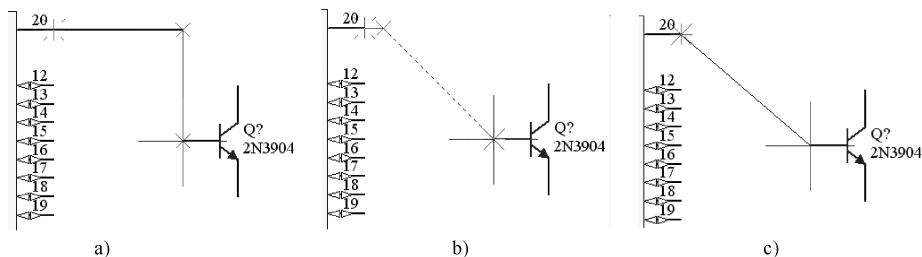

图3-3 导线的拐弯模式
(1) 选择菜单栏中的“放置”→“线”命令，或单击“布线”工具栏中的“放置线”按钮，或按快捷键〈P〉+〈W〉，此时光标变成十字形状并附加一个交叉符号。
(2) 将光标移动到想要完成电气连接的元件的引脚上，单击放置导线的起点。由于启用了自动捕捉电气节点(electrical snap)的功能，因此，电气连接很容易完成。出现红色的符号表示电气连接成功。移动光标，多次单击可以确定多个固定点，最后放置导线的终点，完成两个元件之间的电气连接。此时光标仍处于放置导线的状态，重复上述操作可以继续放置其他的导线。
(3) 导线的拐弯模式。如果要连接的两个引脚不在同一水平线或同一垂直线上，则在放置导线的过程中需要单击确定导线的拐弯位置，并且可以通过按〈Shift〉+〈Space〉键来切换导线的拐弯模式。拐弯模式有直角、45°角和任意角度三种，如图3-3所示。导线放置完毕，右键单击鼠标或按〈Esc〉键即可退出该操作。